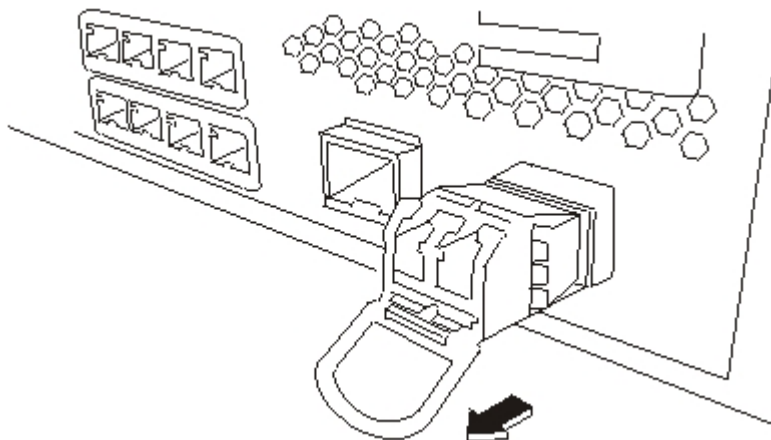

Figure 28. Retrait de l'émetteur-récepteur SFP
3. Tirez vers le bas le taquet bleu situé à l'avant de l'émetteur-récepteur, comme illustré par la figure 28.